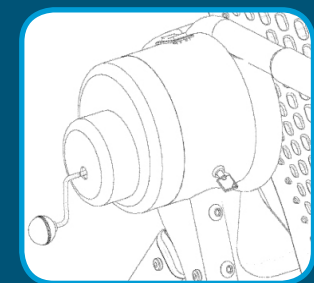

Figura 12
- Inserte la manivela de emergencia en el agujero **en el alojamiento del motor y gírela en el sentido de las agujas del reloj**, para rotar la tabla a la posición vertical. Figura 12.